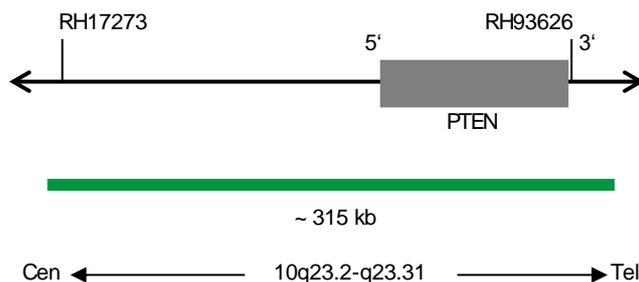

Fig. 1: Mappa della sonda SPEC PTEN (non in scala)
- Polinucleotidi (~10 ng/ $\mu$ l) marcati con fluorocromo ZyGreen (eccitazione 503 nm/emissione 528), le cui sequenze target mappano in 10q23.2-q23.31\* (chr10:89,440,649-89,755,790) in cui è localizzato il gene PTEN (vedere Fig. 1)